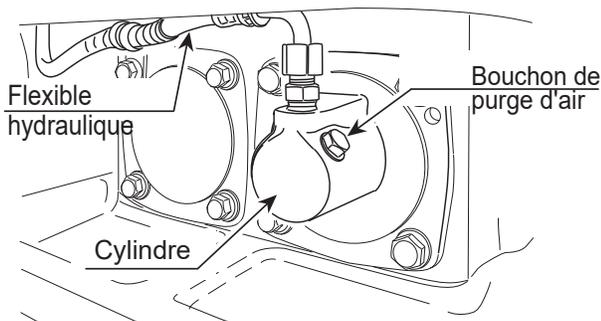

Figure 29. Démontage du flexible hydraulique
3. Enlevez le flexible hydraulique qui est raccordé au cylindre du côté vibreur (Figure 29).
9. Enlevez le bouchon de purge d'air du cylindre du vibreur. De l'huile sortira ensuite par le bouchon de purge d'air. Une fois que l'air cesse de sortir, réinstallez le bouchon. Serrez convenablement (Figure 29).